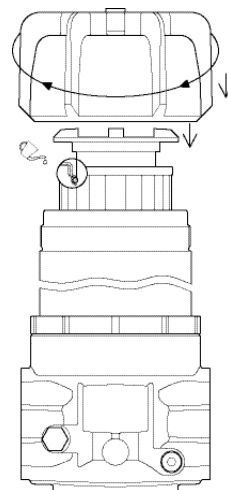

Fig. 4
- 7 Lubrificare le guarnizioni dell'elemento filtrante, con il fluido di lavoro. Inserire l'elemento filtrante nel corpo filtro, montare il codolo nella parte superiore dell'elemento filtrante come indicato in fig.4.